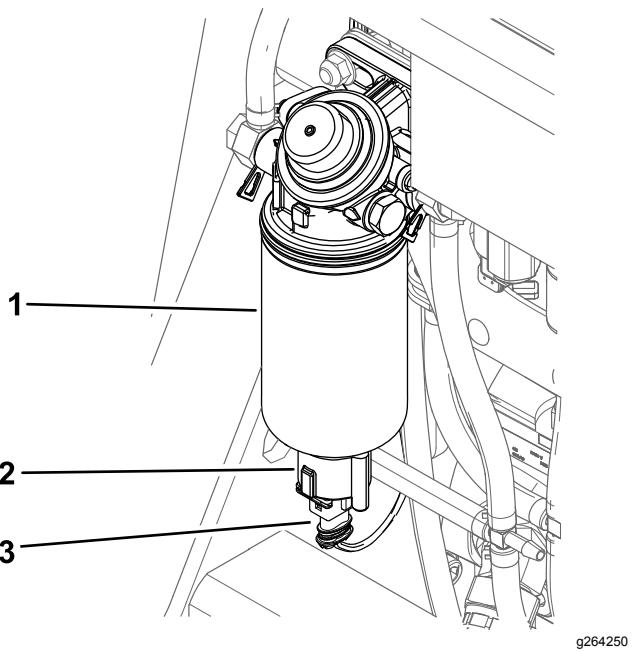

Figura 56
6. Desconecte el arnés de cables del separador de agua (Figura 56).
7. Desenrosque el interruptor de la parte inferior del cartucho del filtro y deje que se vacíe el agua (Figura 56).
8. Instale el interruptor (Figura 56).
9. Conecte el arnés de cables al interruptor (Figura 56).
6. Desenrosque el interruptor y vacíe el separador de agua (Figura 56).